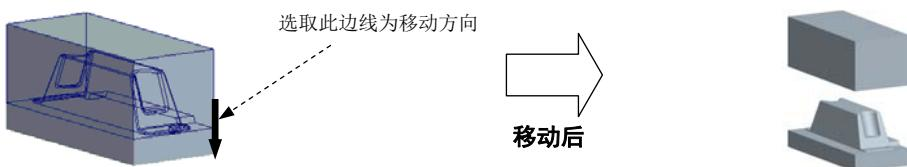

图 12.25 移动上模
Step2. 开模步骤 1：移动上模。选取图 12.25 所示的边线为移动方向，然后在系统的提示下，输入要移动的距离值 -100，按回车键，选择 **Done (完成)** 命令，完成上模的开模动作。